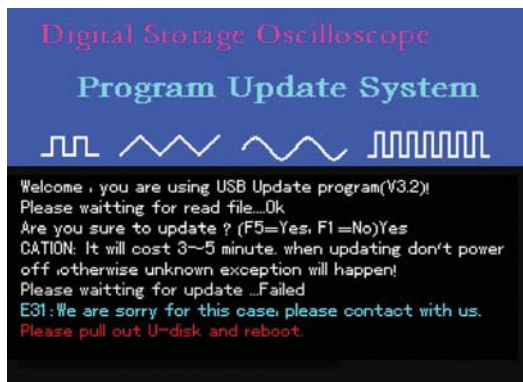

Figura 5-16
11. Si un error desconocido ocurre durante la actualización, el indicador de la figura 5-16 aparecerá: “E31: lo sentimos, por favor contáctenos. Por favor retire el disco U y reinicie”.